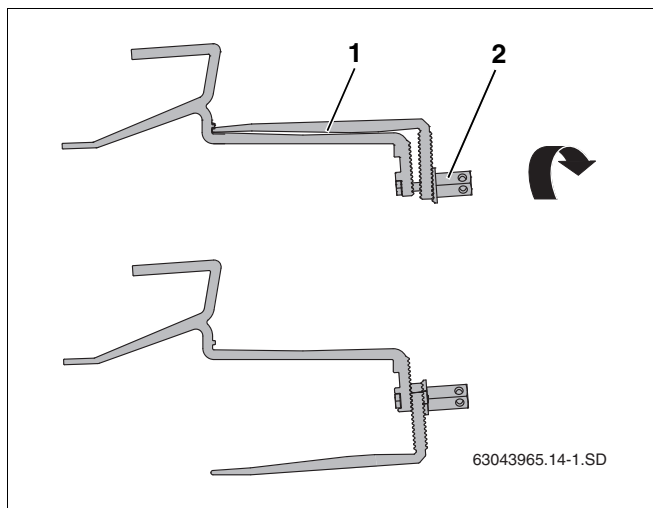

Рис. 12 Поворот нижней части кровельных крюков
- ▶ Отверните высокую гайку (рис. 12, поз. 2) на кровельном крюке и переведите его нижнюю часть (рис. 12, поз. 1) в правильное положение.